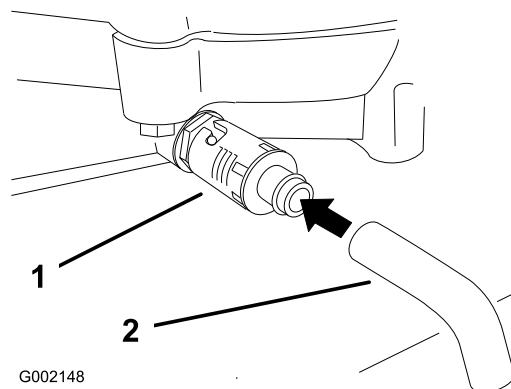

Figure 25
4. Placez un bac sous la vidange. Tournez le robinet de vidange d'huile pour permettre à l'huile de s'écouler (Figure 25).